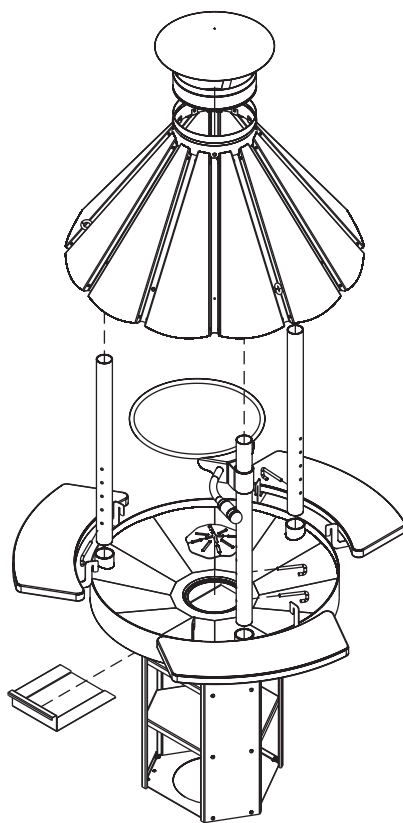

Рисунок 5. Порядок сборки гриля
2. Установите три опорные стойки в отверстия на чаше и зафиксируйте каждую из них стопорным штифтом над чашей (см. рисунок 5).